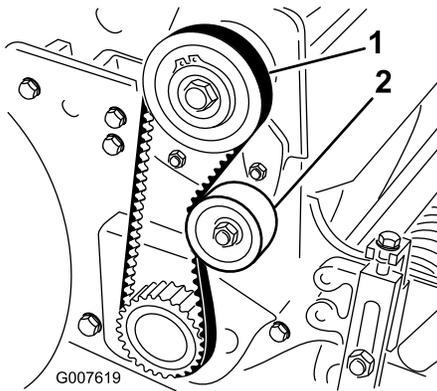

図 35
2. プーリ間の中央部（図 35）でベルトを 18～22N 程度の力で押して点検する。ベルトのたわみが 6mm 程度あれば適正とする。
- A. アイドラプーリ固定ナットをゆるめ、プーリを右に回してベルトの背に押しつけて、適当な張りを出す（図 35）。